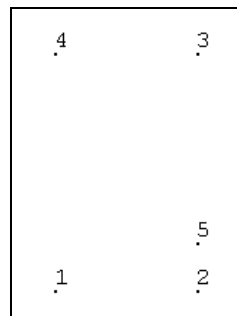

图4.84 定义关键点
(5) 单击 Main Menu>Preprocessor>Modeling>Create>Keypoints>In Active CS 菜单，按以下坐标分别定义 1~5 号关键点：(0, 0, 0)、(0.6, 0, 0)、(0.6, 1, 0)、(0, 1, 0)、(0.6, 0.2, 0)。得到模型如图 4.84 所示。